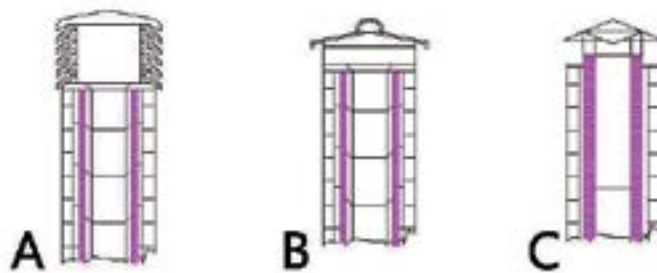

Fig. 9 - Voorbeelden van schoorsteenpotten
3. Extern rookkanaal dat tot stand gebracht is met uitsluitend geïsoleerde inox-buizen, dus met dubbele wand minimaal Ø100mm mm: alles goed bevestigd aan de muur. Met windbestendige schoorsteenpot (zie Fig. 9 type A).